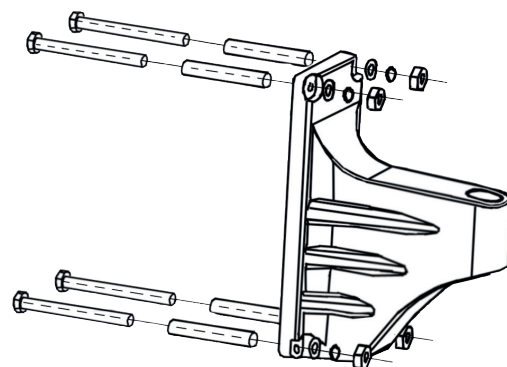

Bild 1
4. Fixieren Sie die Halterung mit vier M8 Schrauben, entsprechenden Federringen und Polsterung. (siehe Bild 1)